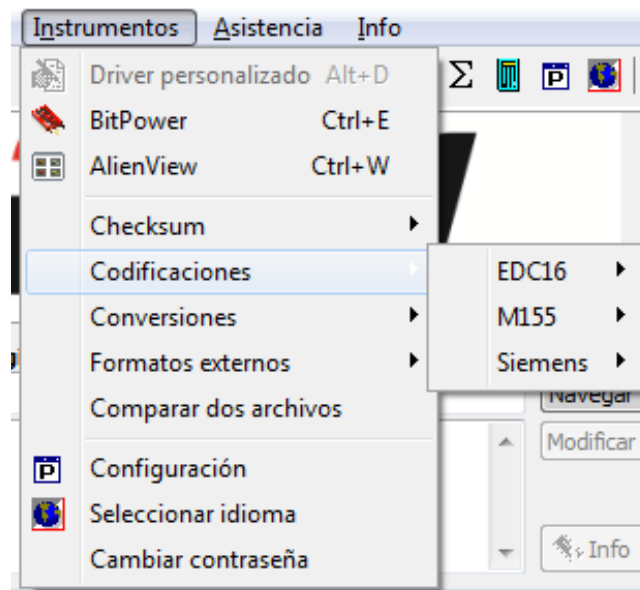

Figura 35: lista *Codificaciones* disponibles.
1. Desde la ventana principal del programa, seleccione el menú *Instrumentos* y sucesivamente *Codificaciones* (Figura 35).